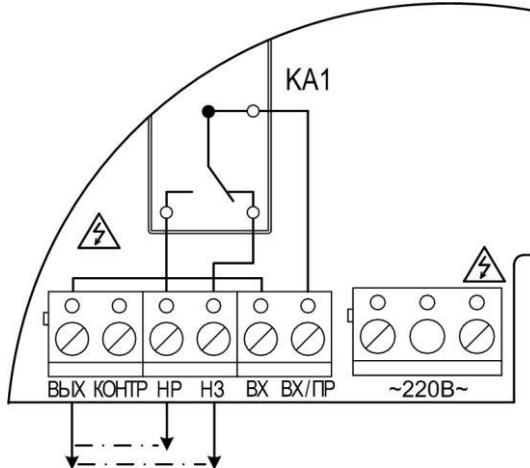

Рис.21 Схема внутреннего соединения входа ВХ, выхода ИЛ и исполнительного реле
**Вход «ВХ», «ВХ/ПР»** предназначен для подключения напряжения коммутируемой нагрузки. Клемма «ВХ» подключена к клемме «ВыХ» выхода коммутируемой нагрузки, клемма «ВХ/ПР» подключена к переключающемуся контакту (ПР) исполнительного реле K1 – см. рис.21.